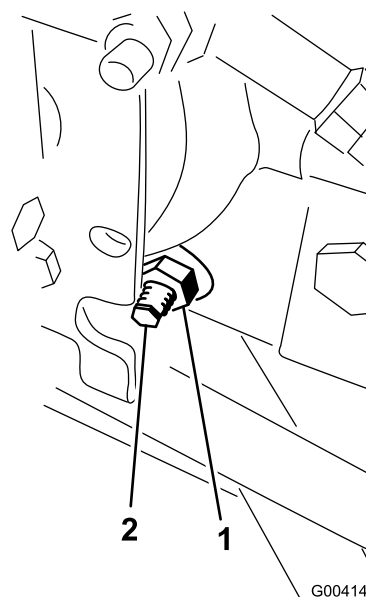

Figura 45
3. No lado direito do hidrostato, solte a porca de bloqueio no excêntrico de ajuste da tração (Figura 45).